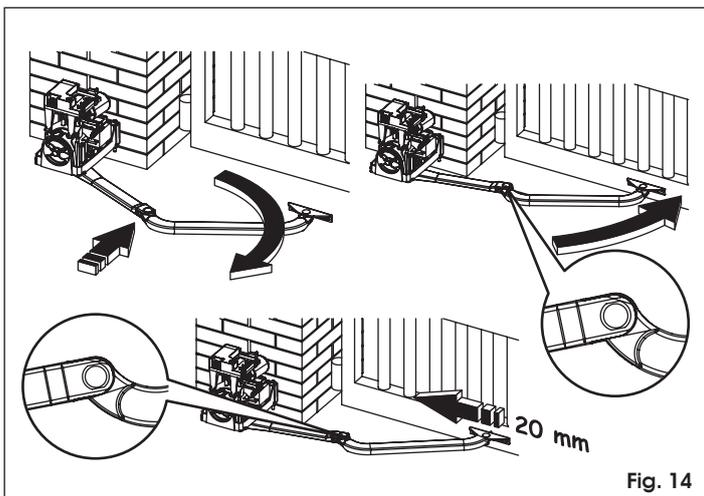

Fig. 14
- Aligner les bras qu'on vient d'assembler en les poussant vers la zone centrale jusqu'à leur arrêt, voir Fig. 14 réf. ①.
- Poser la patte antérieure contre le vantail, Fig. 14 réf. ②.
- Faire reculer d'environ 20 mm la patte antérieure et marquer les trous de fixation, Fig. 14 réf. ③.
- Actionner manuellement le vantail et vérifier que lorsqu'il est en position de fermeture, les deux bras ne se heurtent pas, d'après la Fig. 14 réf. ②.